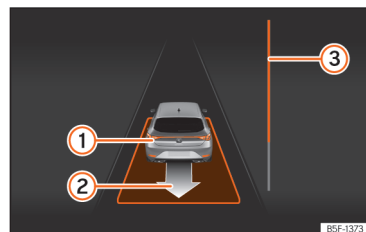

Abb. 154 Am Bildschirm des Kombi-Instruments: parallel zur Fahrbahn ausparken.
- Fahren Sie rückwärts, bis das Dauertonsignal des ParkPilot ertönt; **ODER:** fahren Sie zurück, bis am Bildschirm des Kombi-Instruments die Anzeige zur Vorwärtsfahrt erscheint. Die Fortschrittsanzeige **»» (Abb. 154) ③** zeigt den zurückzulegenden Abstand an.